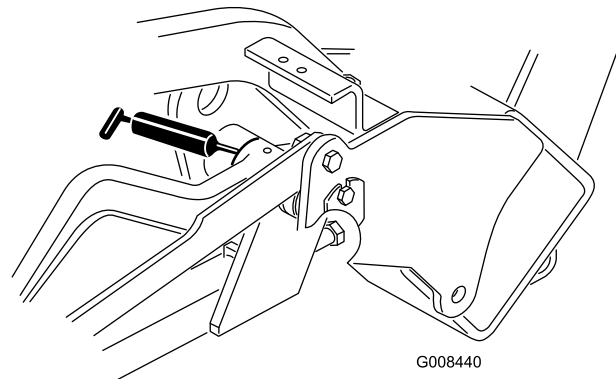

Figura 29
- Bracci di sollevamento (3) (Figura 29)